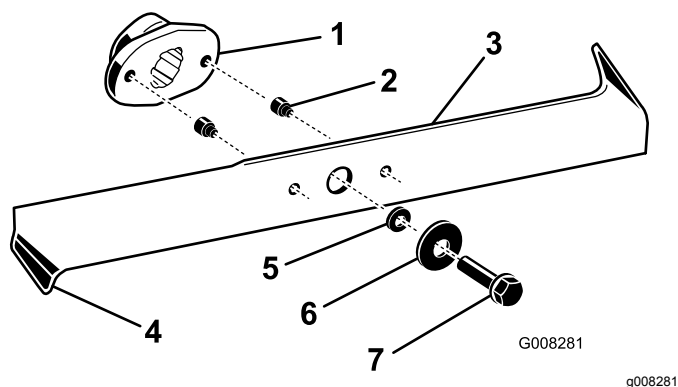

Figura 40
2. Inspeccione los filos de corte (Figura 40). Si los bordes no están afilados o tienen mellas, retire las cuchillas y afílelas; consulte Afilado de las cuchillas \(página 34\).
3. Inspeccione las cuchillas, especialmente los extremos inclinados (Figura 40). Si observa cualquier daño o desgaste en esta zona, instale inmediatamente cuchillas nuevas.
4. Si los pasadores de seguridad están rotos, sustitúyalos inmediatamente (Figura 40).
3. Retire los pernos, las arandelas y las cuchillas (Figura 40). Inserte un bloque de madera entre cada cuchilla y el cortacésped para bloquear la cuchilla mientras se retira cada perno.
1. Instale las cuchillas, las arandelas y los pernos (Figura 40).